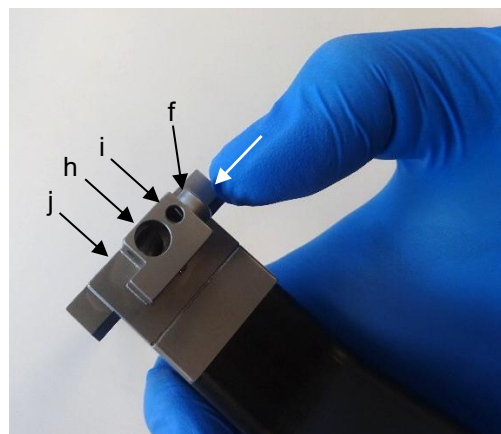
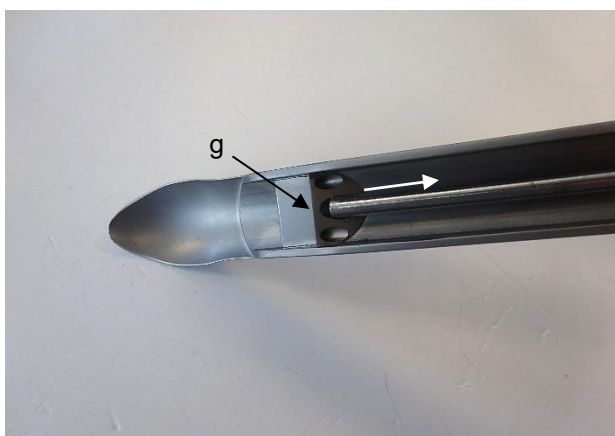
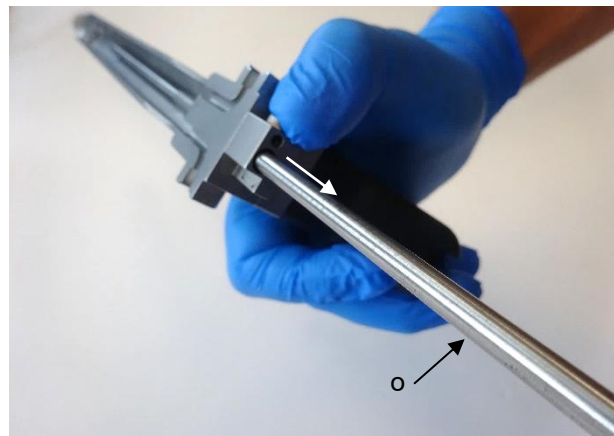

Abb. 12b
Abb. 12c
Abb. 12d
7. Zur Entnahme des Endoskops (o) ist der Druckknopf (f) zur Entriegelung der Verriegelung zu betätigen (Abb. 12b) und währenddessen das Endoskop (o) aus der Aufnahmebohrung für das Endoskop distal (g) herauszuziehen (Abb. 12c). Anschließend ist das Endoskop aus der Aufnahmebohrung für das Endoskop proximal (h) zu ziehen (Abb. 12d). Ist das Endoskop vollständig aus dem Haken entnommen, kann der Druckknopf (f) zur Entriegelung der Verriegelung losgelassen werden.